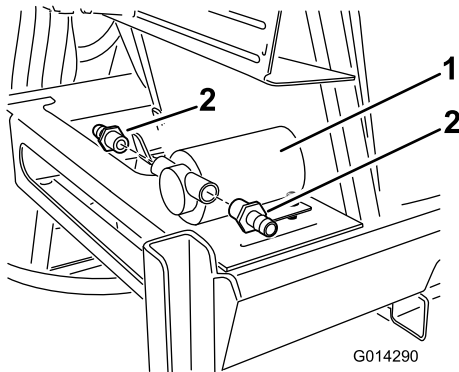

Figure 20
2. Posez un raccord droit cannelé sur les ouvertures d'entrée et de sortie de la pompe de rinçage (Figure 20).